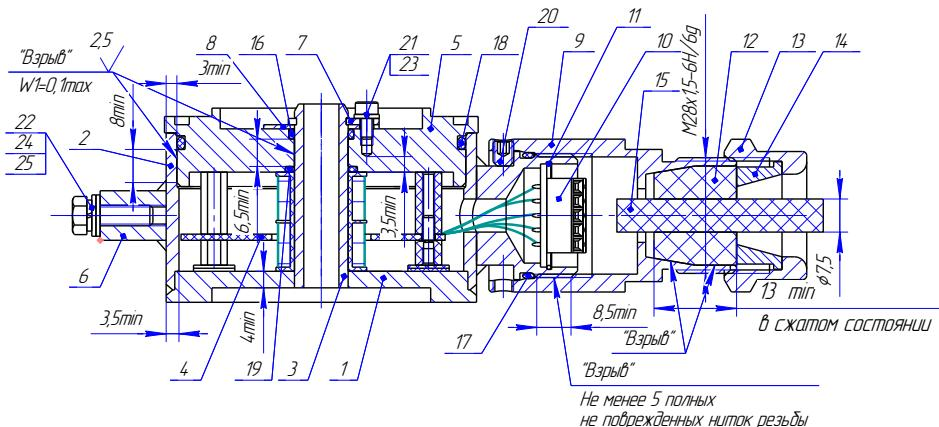

Рисунок 5. Датчик конечных положений затвора. Чертеж средств взрывозащиты.
1 - Модуль СФУ, 2 - Стакан (Сталь 09Г2С ГОСТ 19281-89/Сталь 20ГЛ ГОСТ 977-88), 3 - Кабельный ввод (варианты см. рисунок 5), 4 - Катушка (АГ-4В, провод ПЭТВ-2), 5 - Фланец (09Г2С ГОСТ 19281-89), 6 - Крышка (Сплав АМг6 ГОСТ 4784-97), 7 - Болт М6-6gx16.58.019 ГОСТ 7805-70, 8 - Болт М6-6gx25.58.019 ГОСТ 7805-70, 9 - Шайба 6 65Г.019 ГОСТ 6402-70, 10, 11, 12, 13 - Кольцо уплотнительное (РС-26Ч ТУ 2539-021-46521402-2007/ИРП-1267 НТА ТУ 38 0051166-2015), 14 - Табличка (Сплав АМг2 ГОСТ 4784-97), 15 - Колпачок (Стекло органическое СО-120-К 20,0 ГОСТ 10667-90)/Plexiglas GSEN 263 (Rohm GmbH&CaKG (Германия)), 16 - Линза (Стекло органическое СО-120-К 20,0 ГОСТ 10667-90)/Plexiglas GSEN 263 (Rohm GmbH&CaKG (Германия))), 17 - Винт (Стекло органическое СО-120-А 20,0 ГОСТ 10667-90)/Plexiglas GSEN 263 (Rohm GmbH&CaKG (Германия))), 18 - Заклепка 2x3 ГОСТ 10299-80 (сплав АМг5 ГОСТ 4784-97), 19 -
7.2.5 Подключение к датчику положения затвора СЕНС-ДКП, СЕНС-ДКП-ХЛ вести в следующей последовательности (рис.5, 8):